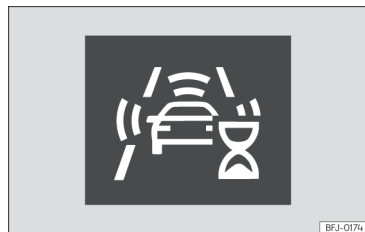

Fig. 113 No ecrã do painel de instrumentos: indicação de autocalibração inicial do sistema.
- Durante vos primeiros instantes de condução após unir a ignição, devido à autocalibração inicial do sistema. Durante esse período mostra-se um ícone de estado » **Fig. 113.**